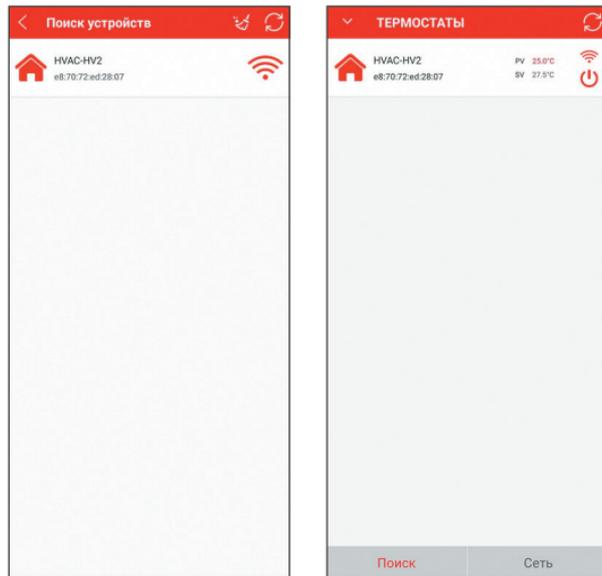

Рисунок 8
8.3.3. Нажатием на значок  вернуться в окно «Термостаты» и выберите «Поиск». Обновите окно «Поиск устройств» путем нажатия на значок . В списке появится новый термостат, который можно выбрать нажатием, после чего он появится в окне «Термостаты» (*рисунок 8*).